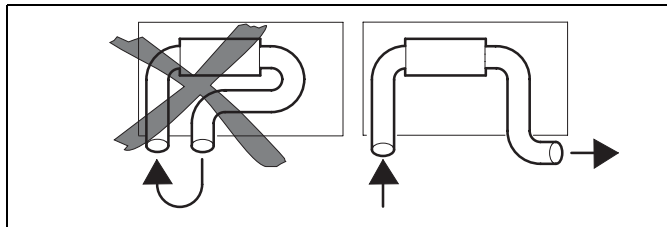

Рис.7: Вход и выход нагретого воздуха
- воздух из выходного отверстия самого отопителя не поступал в его входное отверстие (рис. 7)